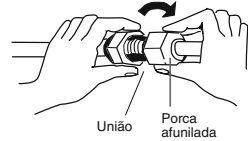

Fig. 5-5
- (3) Para uma ligação apropriada, alinhe o tubo de união e o tubo afunilado em linha reta entre si e, em seguida, aparafuse a porca afunilada ligeiramente para obter um contacto de união suave. (Fig. 5-5)